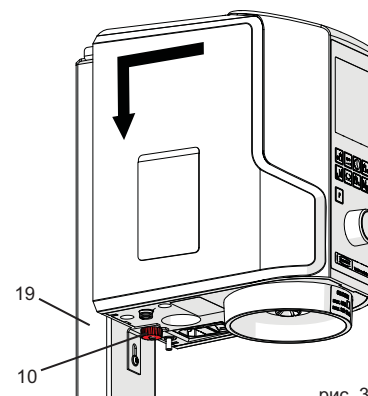

рис. 3
8. Прибор подстраховать гайкой с накаткой (10, рис.3).